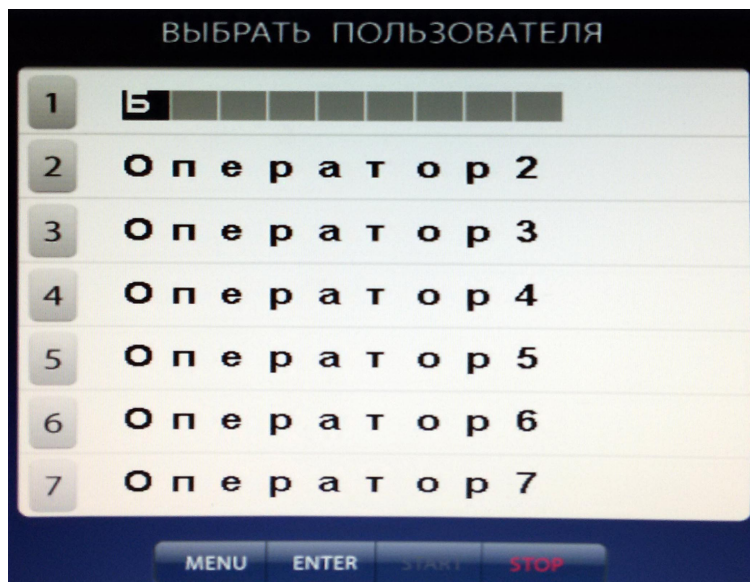

Рис. 15.3.
15.2. Для записи оператора выберите пункт «Дополн. настройки» на второй странице «MENU». Нажмите кнопку 1 «Имена операторов», на экране откроется окно «Выбрать пользователя» со списком операторов, (рис.15.3).